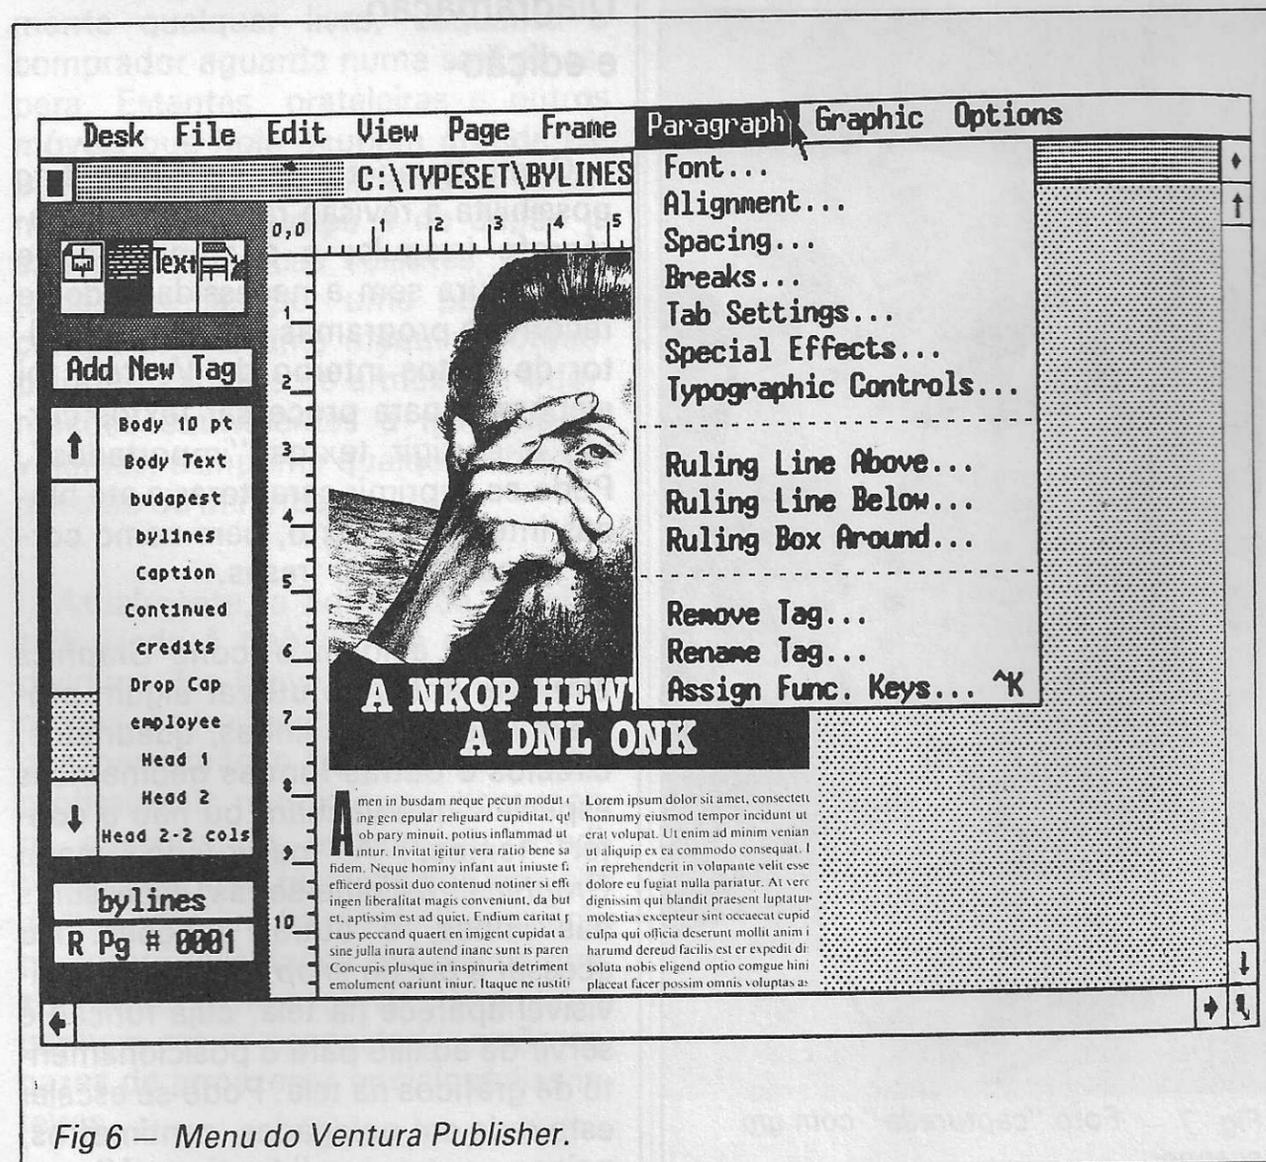

Fig 6 — Menu do Ventura Publisher.
A tela principal do *Ventura* é dominada por uma grande área de trabalho (fig. 6). No topo da mesma encontram-se perfilados os nomes dos menus principais, que podem ser sinalizados com o *mouse* ou teclas de movimentação do cursor, a fim de se ter acesso às suas diversas funções, que aparecem discriminadas em pequenas janelas. Mais abaixo encontra-se em evidência uma área em forma de barra que indica o nome do arquivo em que se está trabalhando, bem como o formato de página escolhido. No canto superior esquerdo figuram quatro ícones, ou objetos familiares a um desenhista, que representam as seguintes funções:
**Ícone** — Representação gráfica de um arquivo, comando, ou objeto familiar ao desenhista (lápis, borracha, caneta), exibidos constantemente na tela, podendo ser acessados a qualquer momento com o sinalizador, a fim de dar início a uma determinada tarefa. (Fig. 6).